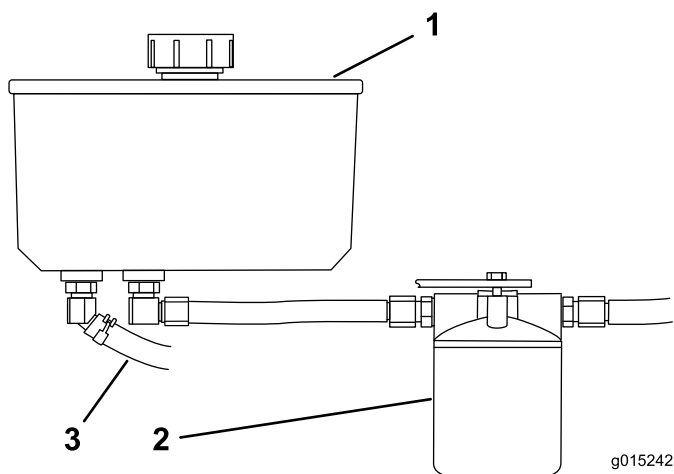

Figure 77
4. Trouvez le flexible hydraulique avant sous le réservoir hydraulique et placez le bac de vidange sous le réservoir (Figure 77).